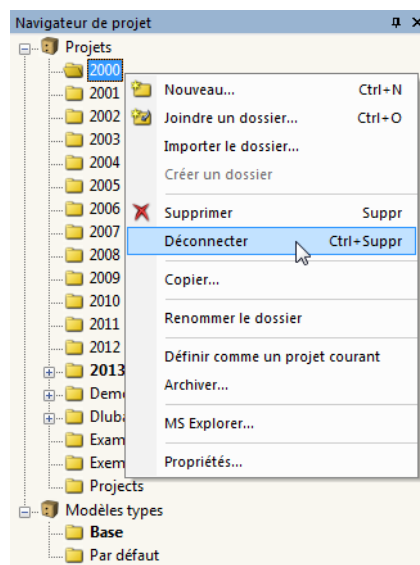
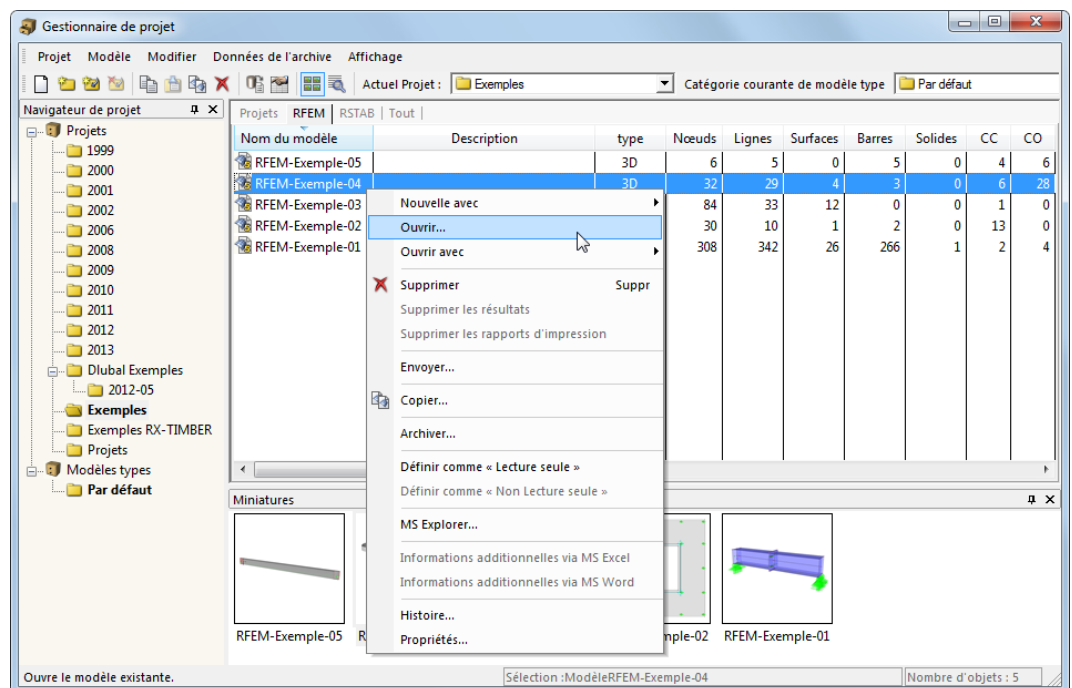

Figure 12.7: Menu contextuel d'un projet
Figure 12.12: Menu contextuel *Modèle*
- utilisez l'entrée **Supprimer** dans le menu contextuel du projet dans le navigateur (voir la Figure 12.7).
- utilisez l'entrée **Copier** dans le menu contextuel du projet dans le navigateur (Figure 12.7).
- utilisez l'entrée **Propriétés** dans le menu contextuel du projet dans le navigateur (voir la Figure 12.7)
- utilisez l'entrée **Copier** dans le menu contextuel du modèle (voir la Figure 12.12) ou
- utilisez l'entrée **Propriétés** dans le menu contextuel du modèle (voir la Figure 12.12).
- utilisez l'entrée **Supprimer** dans le menu contextuel du modèle (voir la Figure 12.12).
- utilisez l'entrée **Historique** dans le menu contextuel du modèle (voir la Figure 12.12).
- utilisez le menu contextuel du projet (voir la Figure 12.7) ou du modèle (voir la Figure 12.12).